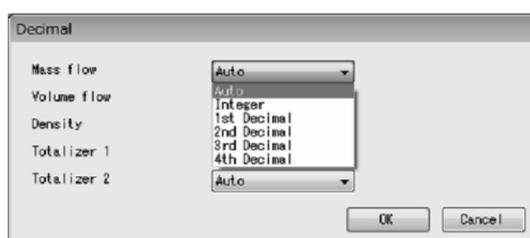

図88
- ③ 図88のように、それぞれの右側の矢印をクリックしてドロップダウンリストの中から設定する小数点を選択してください。